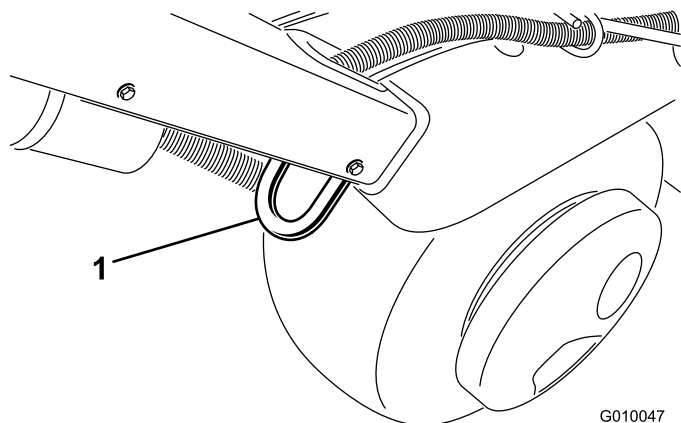
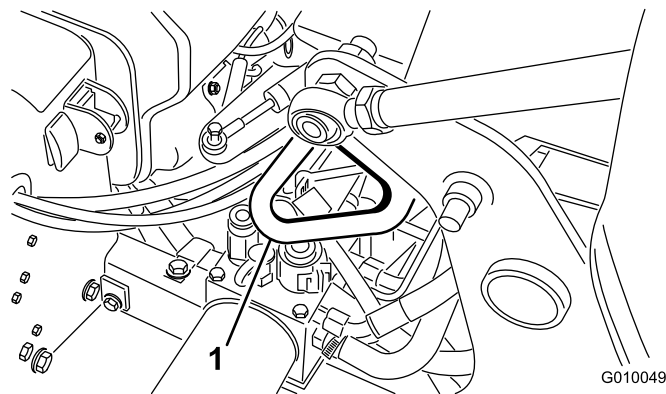

Figura 32
Figura 34
3. Prenda muito bem os pontos de fixação do arejador (Figura 32 a Figura 34) ao atrelado ou carrinha com tiras, correntes, cabos ou cordas.